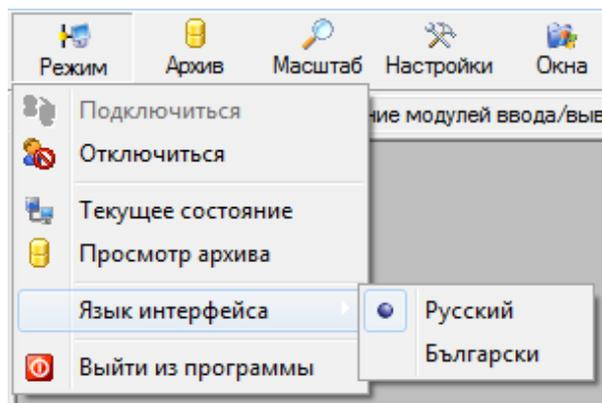

Рисунок 3.4 – Подменю выбора режима работы
- 1 «Режим» – подменю выбора режима работы АРМ (рисунок 3.4):